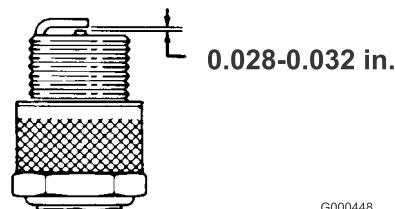

図 25
3. エア・ギャップを0.7~0.8 mmに調整する(図 25)。点火プラグをエンジンに取りつけて、23 N·m (2.35 kg·m)にトルク締めする。